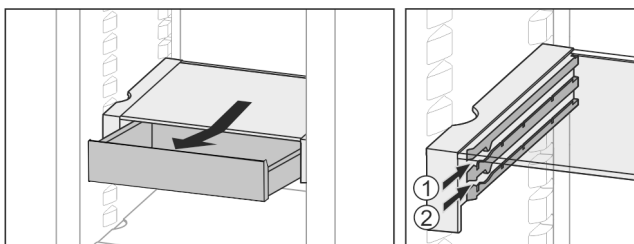

Fig. 30
- ▶ Skub den ind i den ønskede højde Fig. 30 (1) eller Fig. 30 (2).